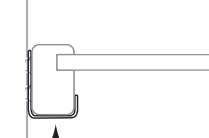

FIG. 4.7
- Fije el estante a todos los ganchos en L usando tornillos N° 4 de 3/4 pulg. (Fig. 4.7)